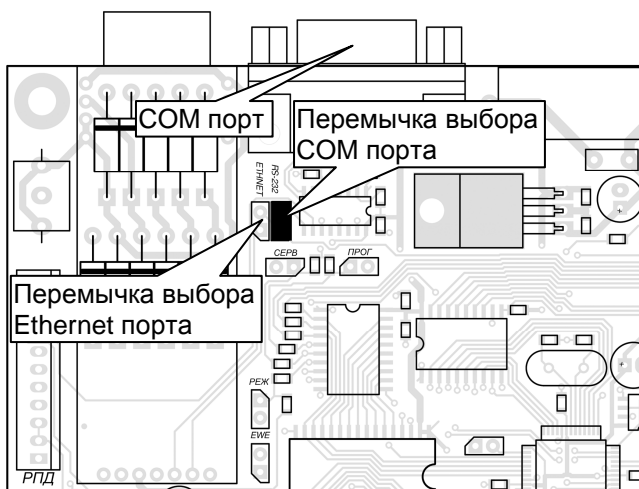

Рис. 5
5.2.1. Отключить сетевое питание РТ “Радиосеть”, отключить АКБ от РТ. Снять перемычку выбора порта Ethernet (рис. 5), установить перемычку выбора COM порта.